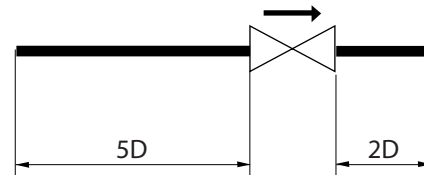

Fig. 3
- для нормальной работы клапана перед и после него должны быть обеспечены прямолинейные участки, длина которых соответственно составляет 5 ДУ и 2 ДУ (рис. 3).